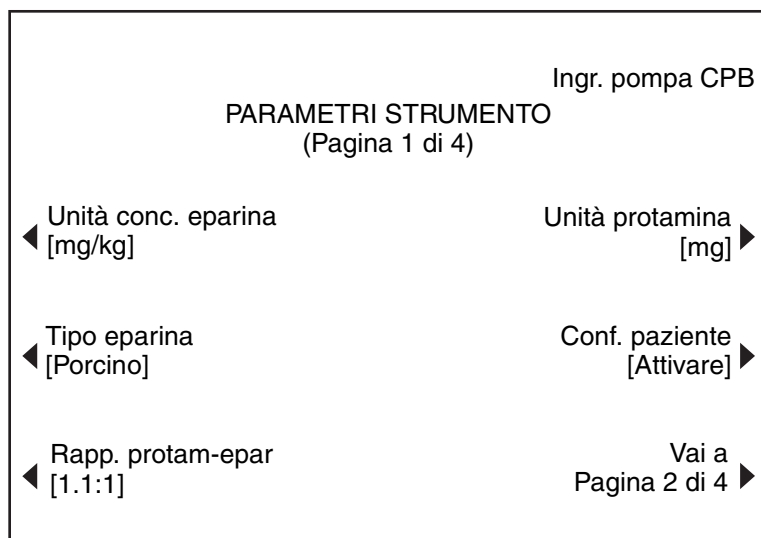

Figura 3-5. Schermata Parametri strumento (pagina 1)
1. Nella schermata del MENU PRINCIPALE, premere il tasto funzione **[Parametri strumento]** per visualizzare la prima schermata PARAMETRI STRUMENTO (fare riferimento a Figura 3-5).
2. Sono disponibili quattro (4) schermate di impostazione dei parametri dello strumento. Le schermate da 1 a 3 sono etichettate PARAMETRI STRUMENTO. La quarta schermata è etichettata PARAMETRI PROTOCOLLO PREDEFINITI. Premere il tasto funzione accanto al testo [Vai a pagina X di 4] o [Ritorna a pagina X di 4] per accedere alla schermata desiderata (X = pagina 1, 2 o 3).